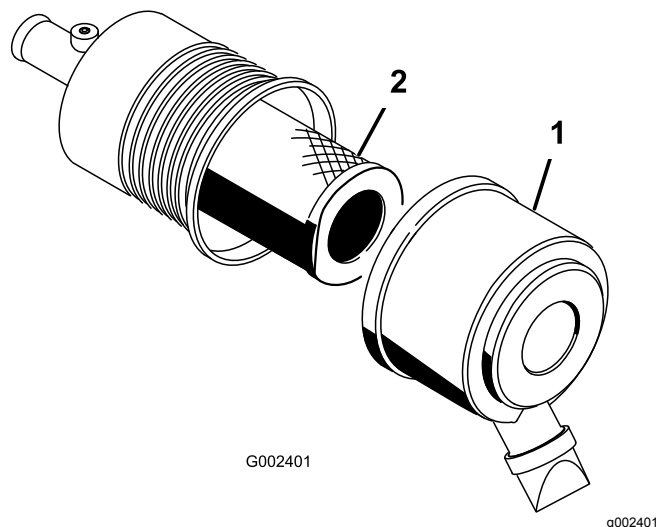

Рисунок 33
1. Освободите защелки воздухоочистителя и отделите крышку от корпуса воздухоочистителя (Рисунок 33).
3. Осторожно извлеките фильтр из корпуса воздухоочистителя (Рисунок 33).
5. Осторожно наденьте фильтр на трубчатый корпус (Рисунок 33).
6. Установите крышку воздухоочистителя таким образом, чтобы сторона, обозначенная как UP, была обращена вверх, и закройте защелки (Рисунок 33).